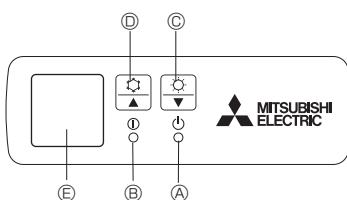

Fig. 5-1
[Fig. 5-1] ① Лампа DEFROST/STAND BY (Размразяване/В готовност)
② Работна лампа
③ Превключвател за авариен режим (отопление)
④ Превключвател за авариен режим (охлаждане)
⑤ Приемник